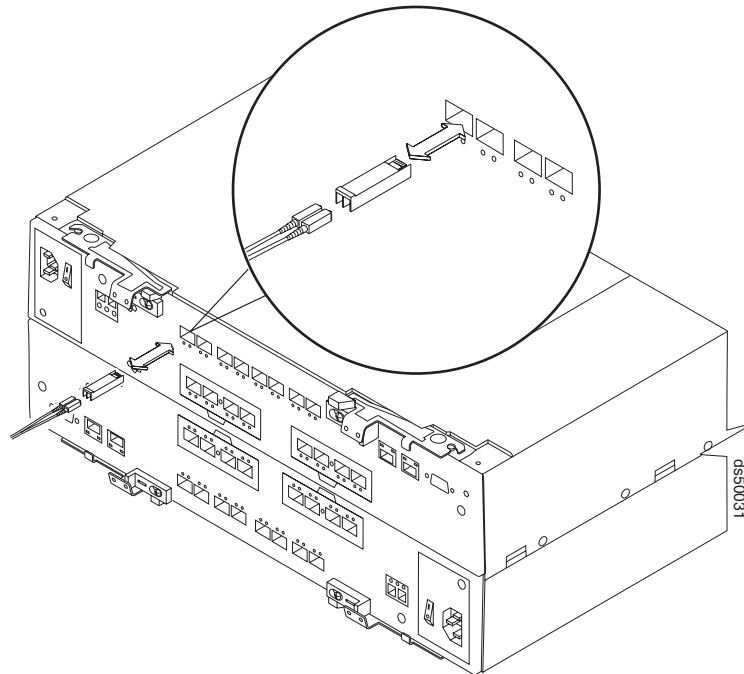

図 125. SFP モジュールの交換
6. インターフェース・ケーブルを SFP モジュールから切り離します。(223 ページの図 125 に、SFP モジュール、インターフェース・ケーブル、およびコントローラーの背面を示します。)